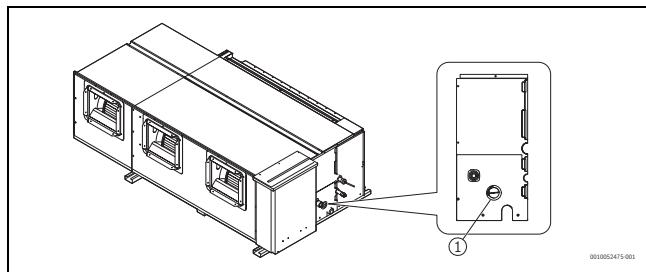

Fig. 27
- Aprire il tappo dell'acqua di test (→ Fig. 27) sul corpo della macchina; il tappo dovrà essere svitato durante il test di scarico per verificare l'accensione della pompa di scarico ed escludere problemi con la pompa di scarico.